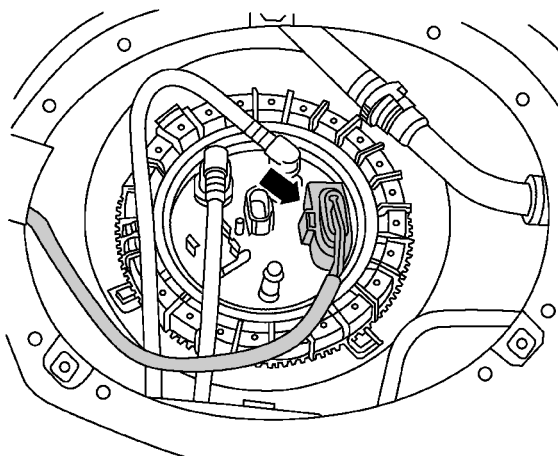

图 1-4-2 脱开密封法兰上的插接器
(2) 脱开密封法兰上的插接器,如图 1-4-2 中箭头所示。